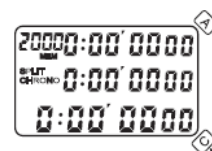

Fig. 2
1. Appuyer sur la touche **C** pour entrer en mode chronomètre (fig.2).